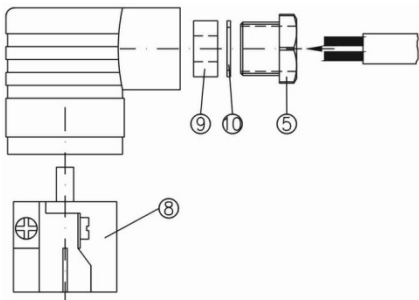

Abb. 10
- Führen Sie die Anschlussleitung durch die Kabelverschraubung ⑤, den Druckring ⑩ und den Gummieinsatz ⑨ in die Leitungsdose ein (→ Abb. 10).